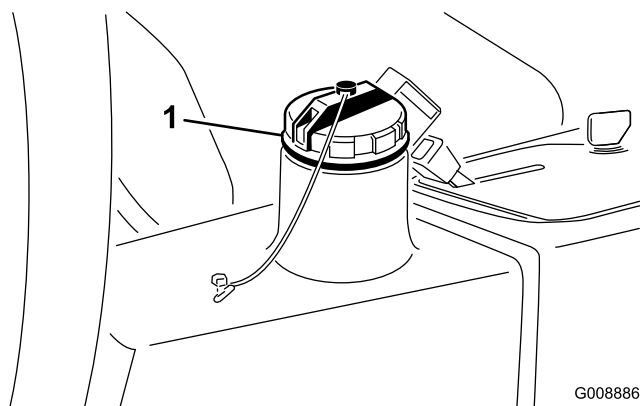

図 29
2. 油圧オイルタンクの注油口周辺をきれいに拭き、キャップ (図 29) を外す。キャップを外す。